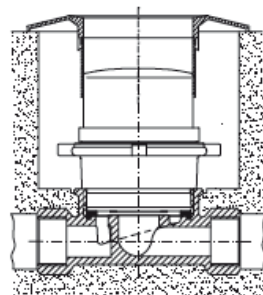

Fig. 3
- 2.12. Inserire la rosetta sulla calotta del contatore fino al finecorsa (vedi fig. 3).